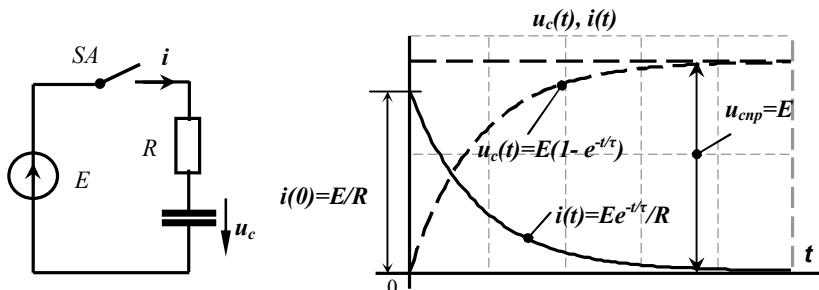

Рис. 5.1. Схема исследования и графики $u_c(t)$, $i(t)$ переходных процессов заряда конденсатора
- 1.4. Как изменяются кривые заряда (рис. 5.1) при: а) увеличении ёмкости C в 2 раза?; б) увеличении сопротивления R в 2 раза?
2. Ознакомиться с устройством стенда и измерительных приборов. На рис. 5.1 представлены простейшая схема исследования и графики $u_c(t)$, $i(t)$ переходных процессов заряда конденсатора.